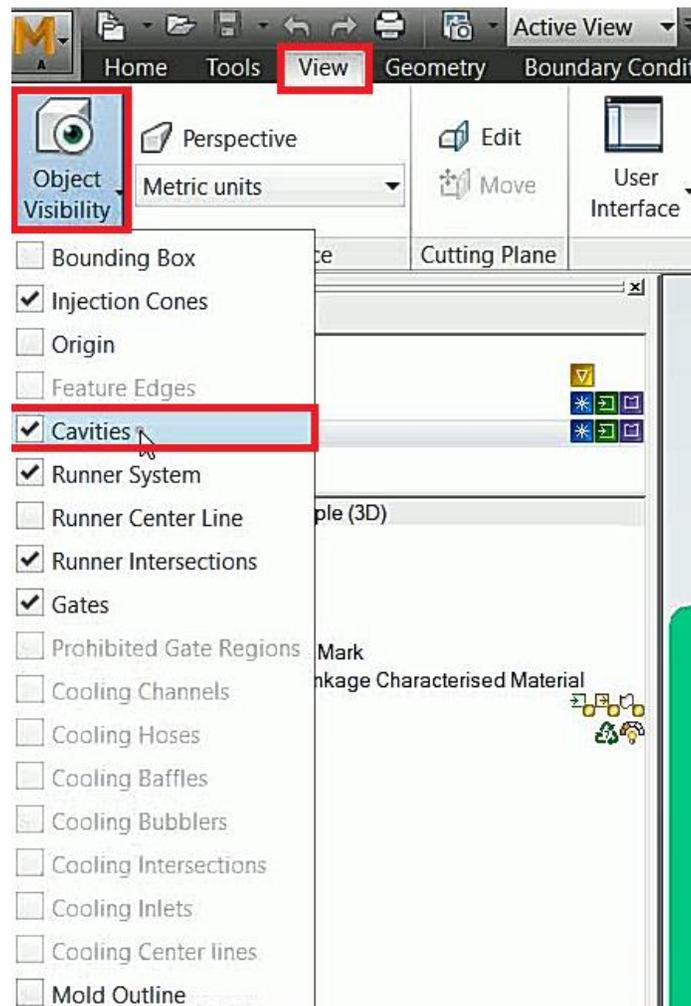

Figura 6.39 Pestaña View, visibilidad de objetos.
- En el menú superior, dar click en la pestaña de **View** y posteriormente en **Object Visibility** (Figura 6.39).